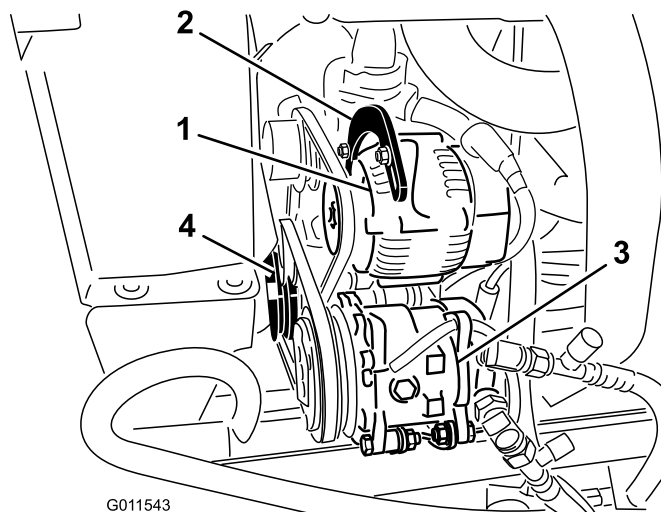

Figure 69
Vérifiez l'état et la tension de la courroie (Figure 69) toutes les 100 heures de fonctionnement.
2. Si ce n'est pas le cas, desserrez les boulons de fixation de l'alternateur (Figure 69). Augmentez ou diminuez la tension de la courroie et resserrez les boulons. Contrôlez de nouveau la flèche de la courroie pour vérifier si la tension est correcte.
2. Si ce n'est pas le cas, desserrez le boulon de fixation de la poulie de tension (Figure 69). Augmentez ou diminuez la tension de la courroie du compresseur et resserrer le boulon. Contrôlez de nouveau la flèche de la courroie pour vérifier si la tension est correcte.